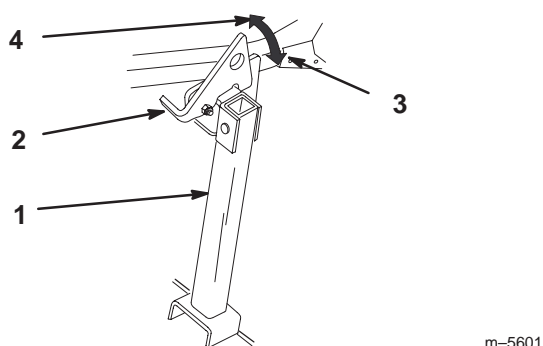

Figure 32
2. Relevez le verrou en position déverrouillée (Fig. 32).